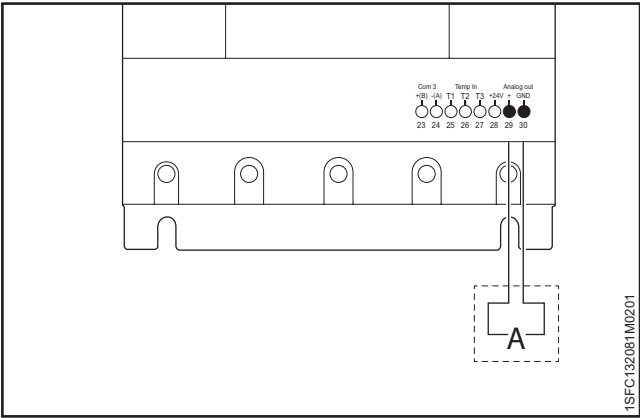

Abbildung 5.24
- I (A), U (V), P (kW), P (Hp), Q (kVAr), S (kVA),
- Wenn Sie den analogen Ausgang benutzen, schließen Sie die Kabel an die Klemmen 29 und 30 an. Siehe **Abbildung 5.24**.